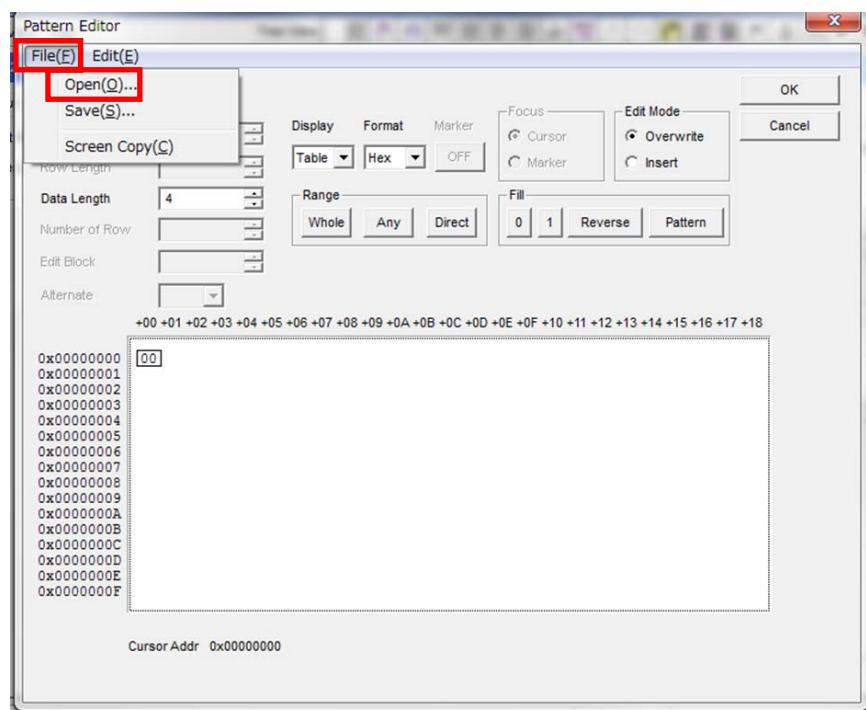

図 F.2-3 Pattern Editor の File メニュー
- 図 F.2-3 の Pattern Editor ダイアログボックスの File メニューから、パターンファイルをロードします。